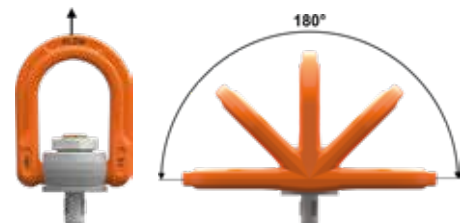

Bild 1: erlaubte Belastungsrichtungen die bei bestimmungsgemäßem Gebrauch auftreten können.
**Belastung:** Die Belastung darf nur in der vorgegebenen Richtung (Bild 1) mit der maximalen Tragfähigkeit lt. Tabelle 1 und unter Berücksichtigung der hier angegebenen Einsatzbedingungen erfolgen.
- Zugrichtung nicht im vorgegebenen Bereich lt. Bild 1 liegt.